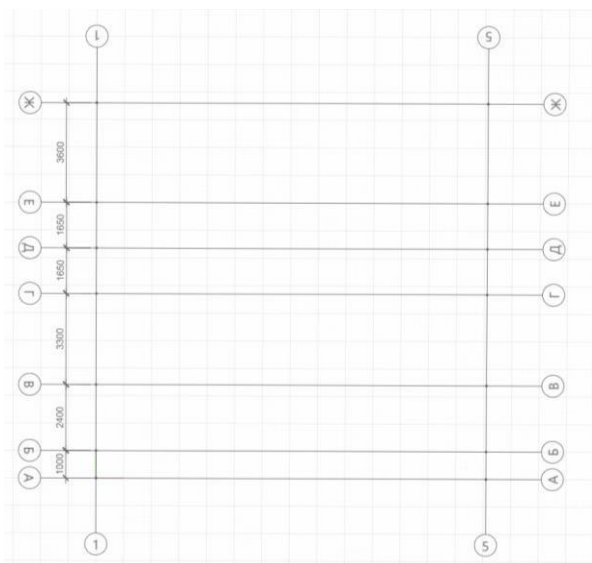

Рис. 17 Построение осей В, Г, Д, Е
10. Аналогично постройте оси В, Г, Д, Е (рис. 17)